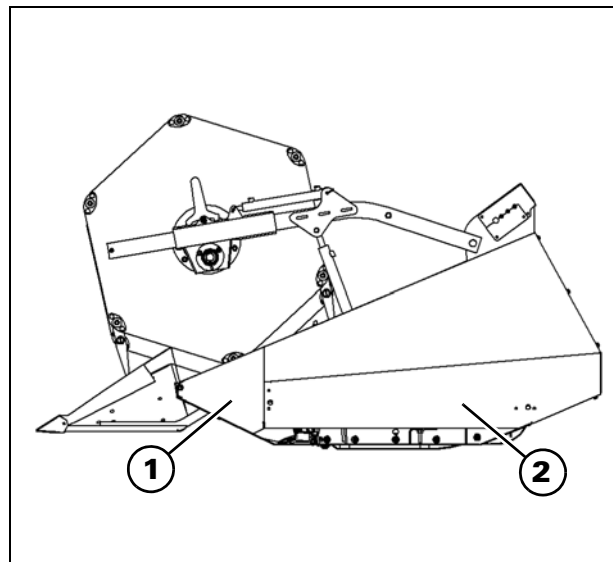
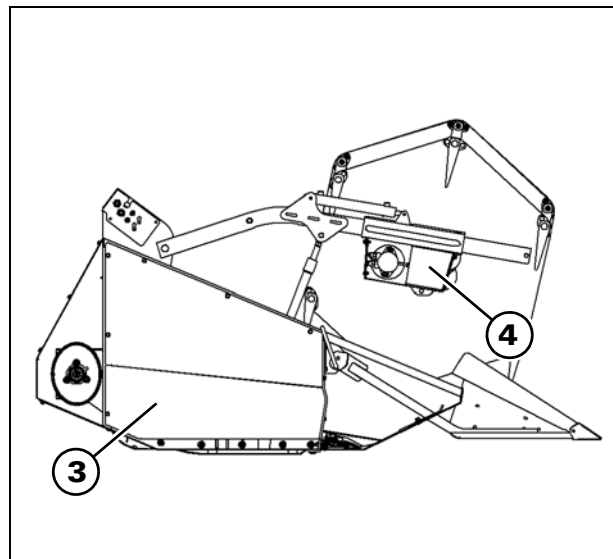

Рис. 1
Рис. 2
**Проверки** - Рис. 1 и Рис. 2